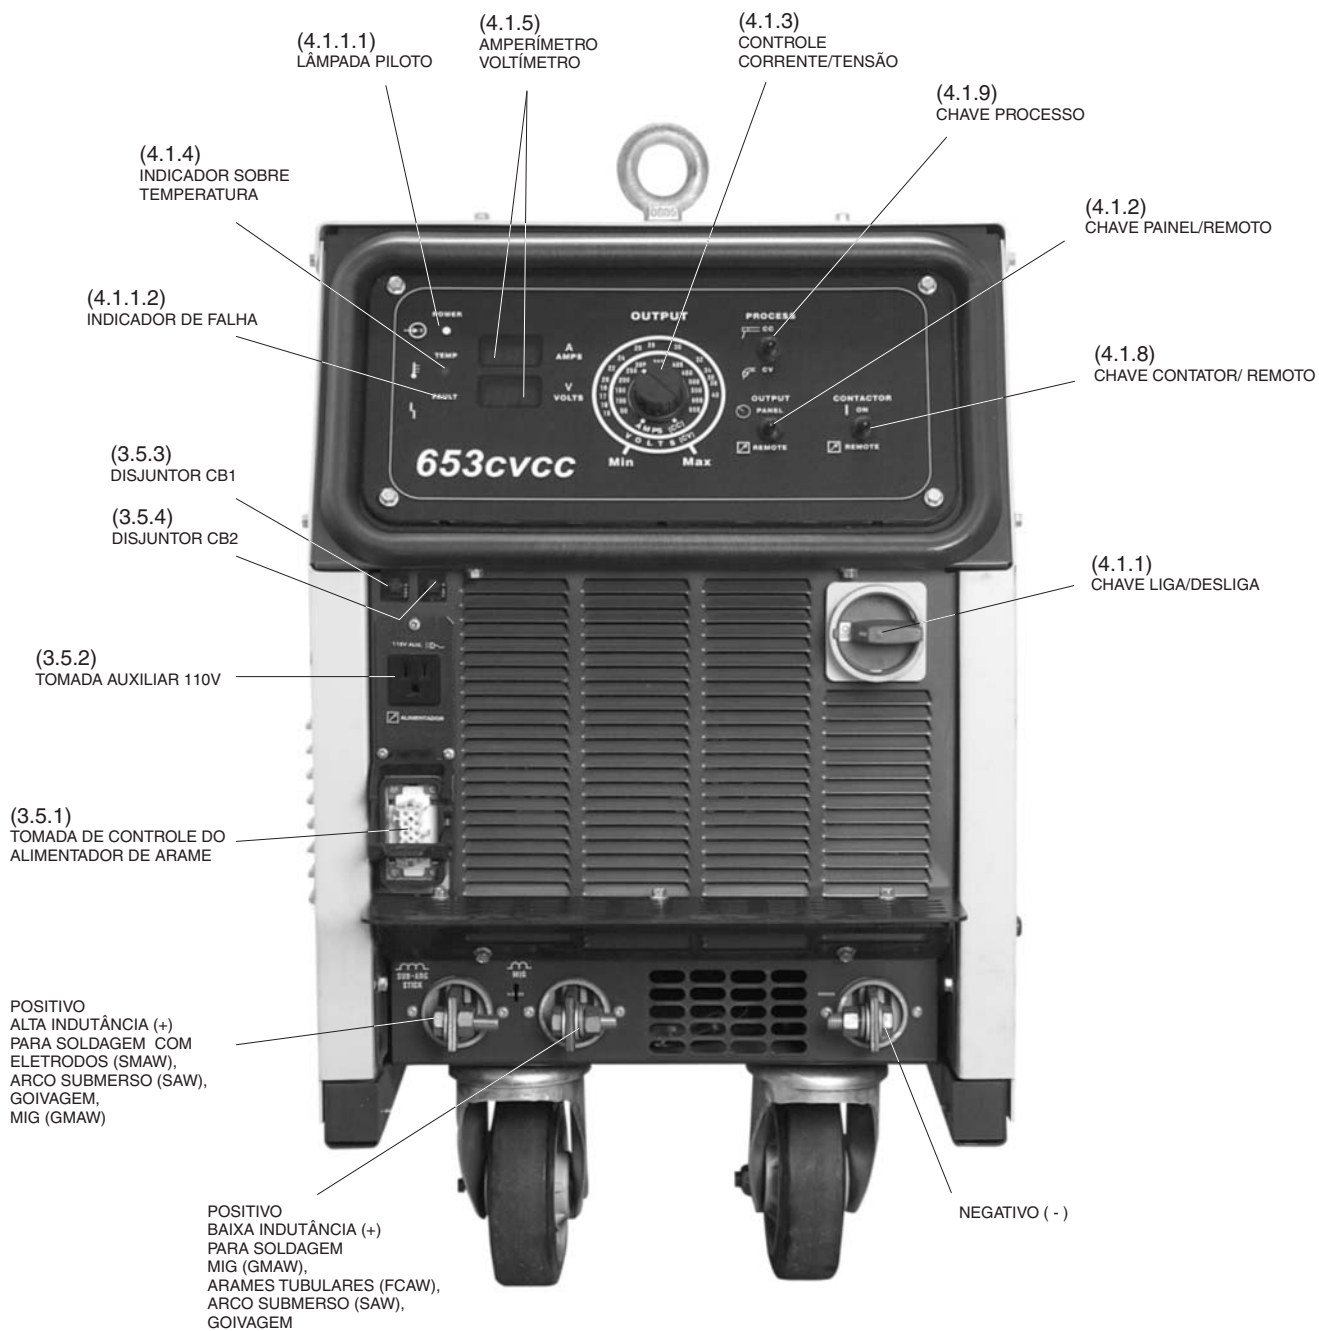

FIGURA 3.5
O 653 cvcc fornece conexões de saída de alta e baixa indutância (Veja Figura 3-5). Ambas são terminais de saída positivas. O terminal de indutância alta diminui a resposta dinâmica da fonte de energia. Isto significa que a saída da corrente criará uma taxa mais baixa comparada com o terminal de indutância baixa. O processo de solda e aplicações determinarão qual terminal deve ser utilizado. A tabela abaixo fornece sugestões de conexões de terminal.
- A. Faça as conexões de saída secundárias para o positivo e negativo nos terminais de saída. Veja o parágrafo 3.4 e a Figura 3-5.